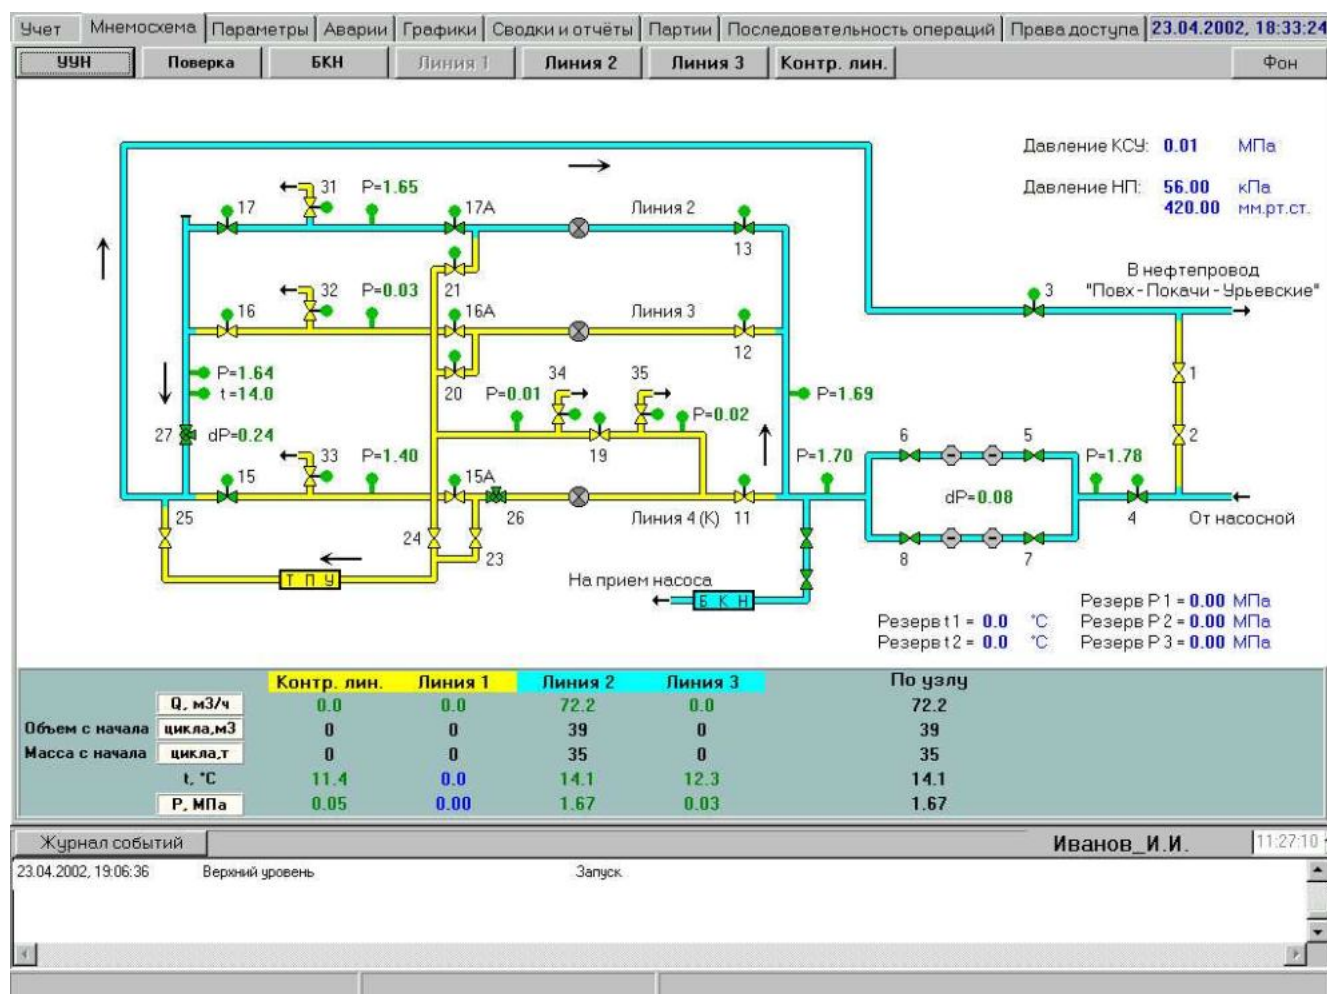

Рис. 5 – Эcran «СИКН»
3.3.1.1 Эcran (мнемосхема) «СИКН» (Рис. 5) отображает: